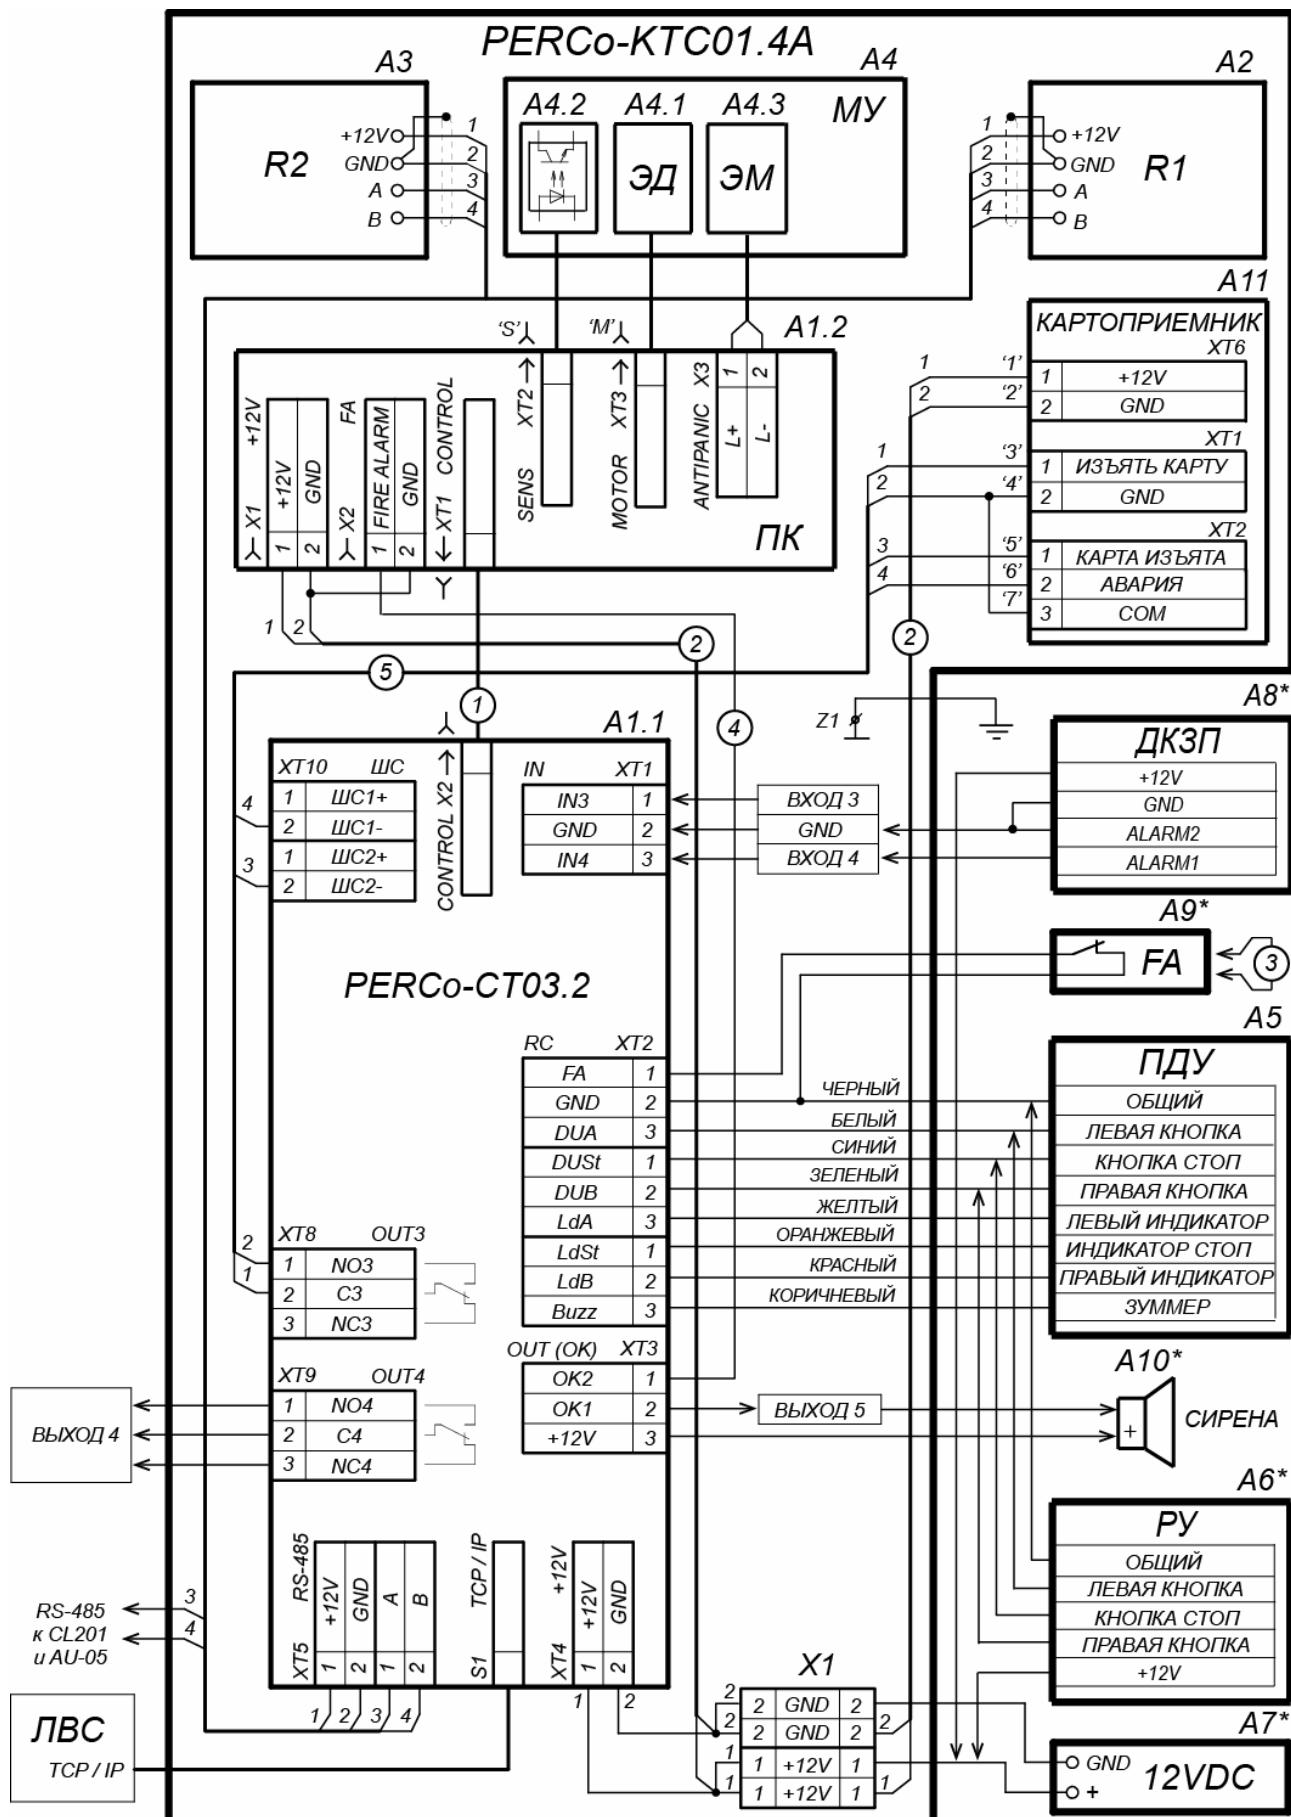

Рисунок 13. Схема подключения ЭП и дополнительного оборудования
Расположение клеммных колодок на нижней плате контроллера ЭП показано на рис. 5, назначение контактов клеммных колодок указано в табл. 1. Схема подключения приведена на рис. 13. Используемые при подключении типы кабелей указаны в табл. 4. При монтаже ЭП придерживайтесь следующей последовательности действий:
11. Подключите кабель питания (15) к выносной клеммной колодке **X1** на кронштейне платы контроллера ЭП согласно схеме, приведенной на рис. 13.
12. Подключите кабель (13) ПДУ (12) к клеммной колодке **XT2** на плате контроллера ЭП согласно схеме, приведенной на рис. 13.
13. Подключите при необходимости кабели от других устройств к соответствующим клеммным колодкам платы контроллера ЭП согласно схеме, приведенной на рис. 13.
- позиционные обозначения А1-А4 и Z1 – указаны на рис. 13
10. Подсоедините кабель картоприемника к плате управления картоприемника согласно схеме на рис. 13 и рис. 6.
11. Установите и закрепите торцевые крышки (9) в порядке, обратном снятию.
12. Установите в рабочее положение контейнер картоприемника со стороны механизма картоприемника, а заглушку (10) – с противоположной стороны.
13. Установите крышку (3) в рабочее положение (см. разд. 6).